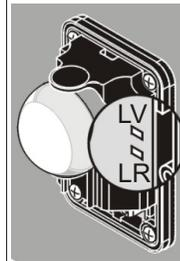

Fig. 12 / Bild. 12
Die rote Led LR wird gelöscht (Bild. 12).
- Die grüne Led schaltet sich ein, wenn der Empfänger stromversorgt wird (Bild. 12).
- Die rote Led schaltet sich ein, wenn Sender und Empfänger nicht korrekt ausgerichtet sind (Bild. 12).
Allineare il trasmettitore ed il ricevitore in modo che venga creato il fascio ed il led rosso LR si spenga ( Fig. 7 - Fig. 12).
- il led verde si accende quando il ricevitore viene alimentato ( Fig. 12);
- il led rosso è acceso quando ricevitore e trasmettitore non sono allineati (Fig. 12).